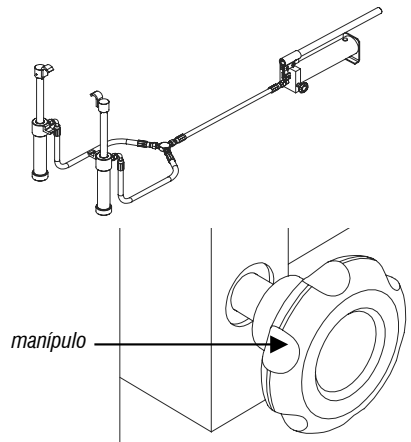

Fig. 6 – Instrucciones de uso
- Para descomprimir el resorte, abra el manipulador lentamente (Fig. 6).